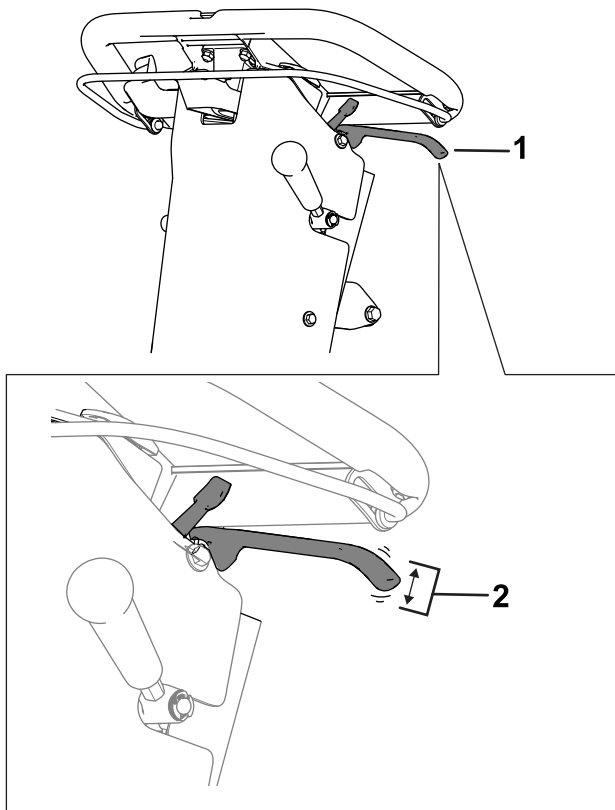

Bild 32
2. Messen Sie das Spiel am Ende des Feststellbremsgriffs (Bild 32).